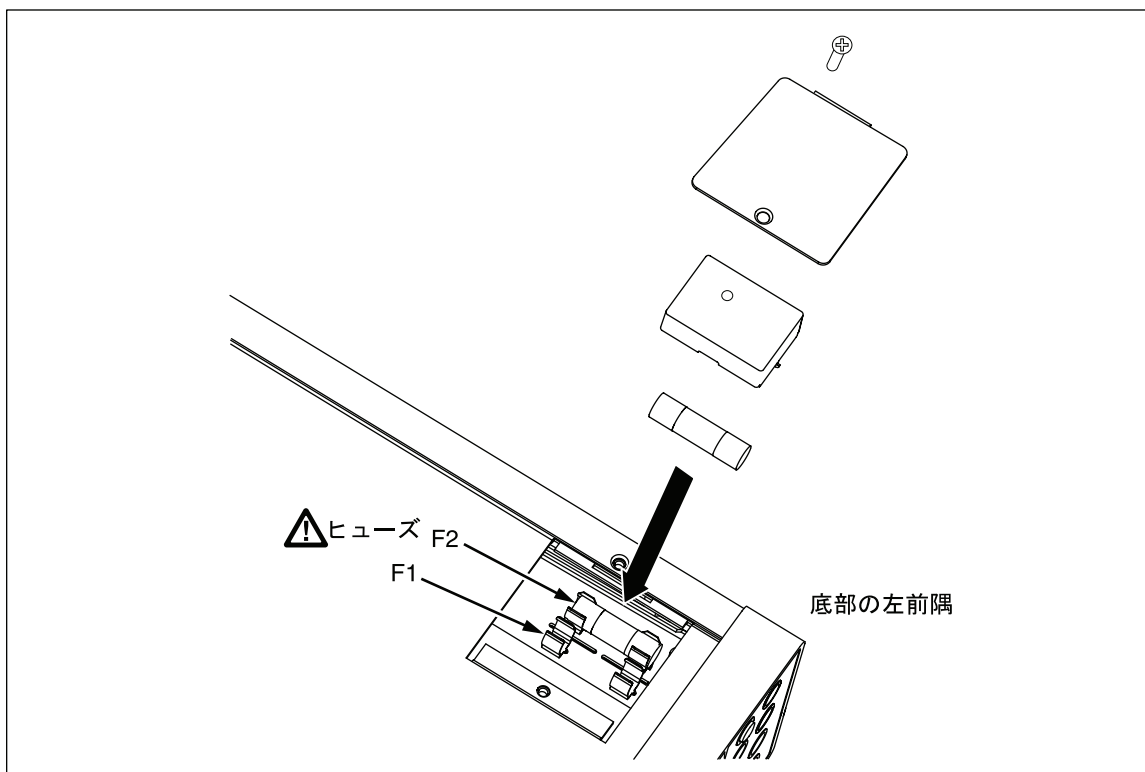

図 2. 電流入力ヒューズ 2 の交換
3. ヒューズ収納部蓋のネジを外します。図 2 を参照して下さい。